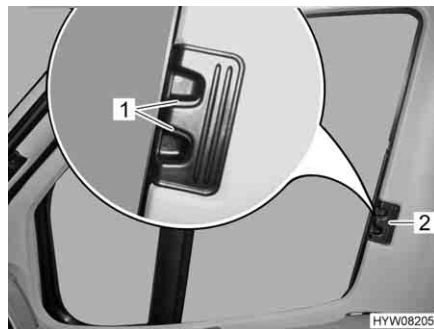

Bild 40 Faltverdunklung für Fahrer-/Beifahrerfenster
- Die Faltverdunklungen für Fahrer- und Beifahrerfenster am Griff (Bild 40,2) bis zum Anschlag einschieben.
- Die Entriegelungsgriffe (Bild 40,1) einrasten lassen.